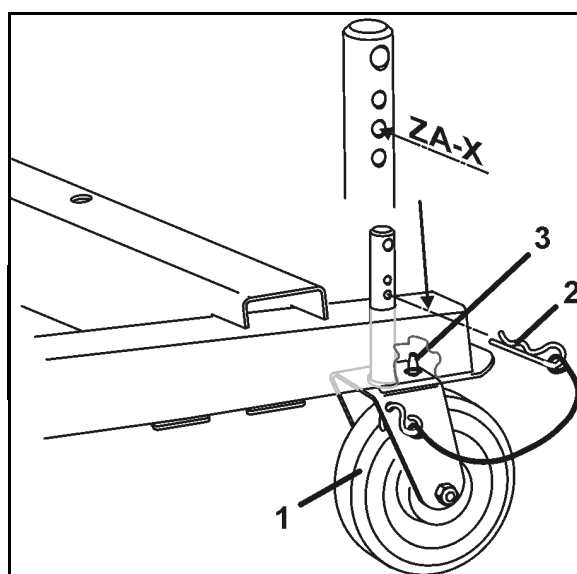

Fig. 45
6. Monter de faste ruller (Fig. 45/1) i bag,
- o og foretag sikring med fjederstik (Fig. 45/2) i den midterste frigøringsboring,
Når de faste ruller monteres, skal du sikre, at boltene (Fig. 45/3) går gennem boringen i rammen og dermed holder rullerne i længderetningen.